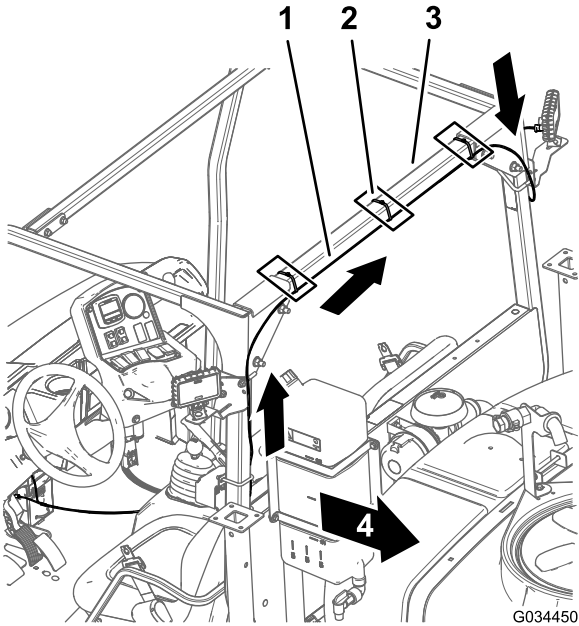
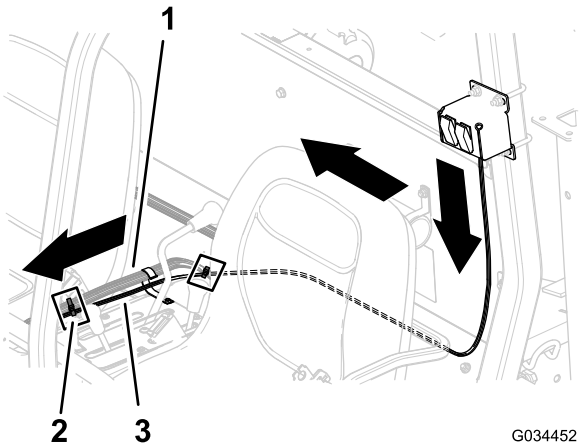
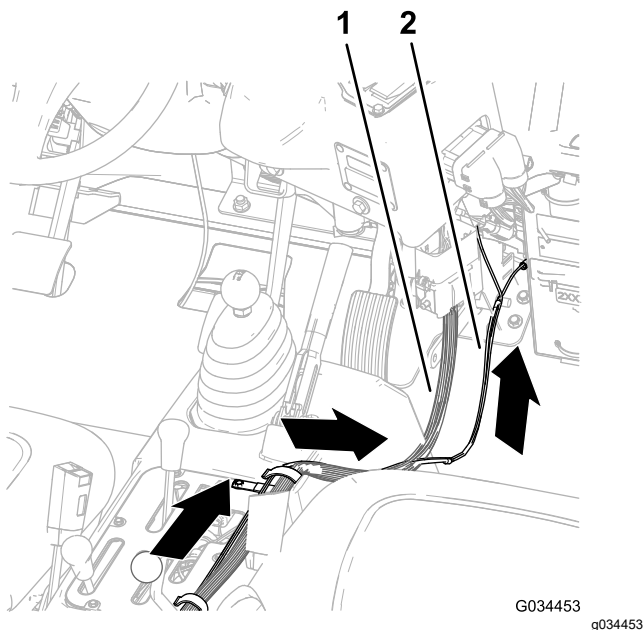

图 16
图 17
图 18
1. 如图 16 所示布置结束的支管使 2 插槽接头向上并穿过水平 ROPS 管的后面。
3. 在中央控制台上沿着打药车线束布置后工作灯套件线束向前朝向保险丝盒图 17 和图 18。
4. 如 图 16 和 图 17 所示用扎带将后工作灯套件线束固定到打药车线束上。